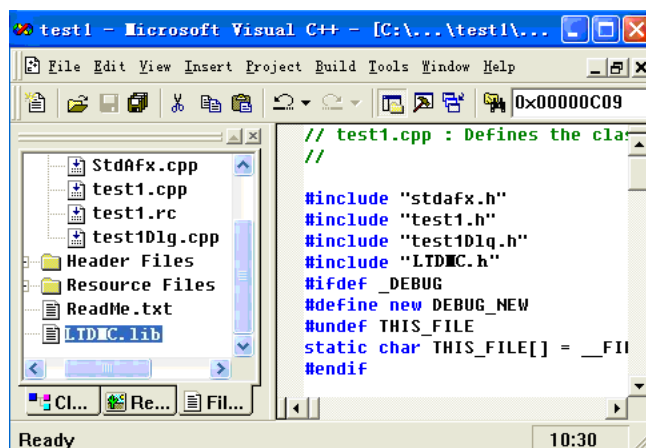

图 6.8 程序增加头文件
10) 打开 test1.cpp 文件，在程序开始部分添加相应语句：`#include "LTDMC.h"`，如图 6.8 所示。